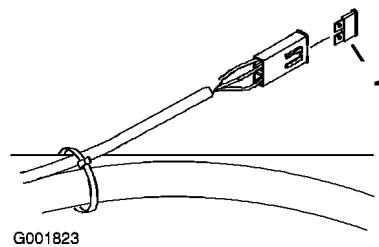

Figure 46
Fusible : Principal F1 – 30 A, à lame (Figure 46)
2. Pour remplacer un fusible, tirez dessus pour l'enlever (Figure 46).